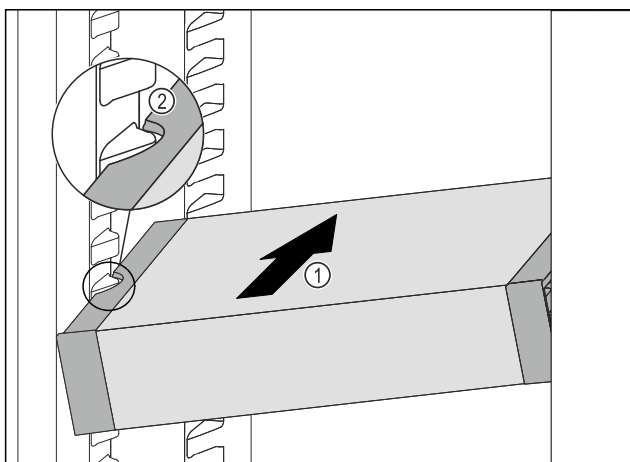

Fig. 37
- ▶ VarioSafe schuin in het koelgedeelte schuiven Fig. 37 (1), tot de uitsparingen aan de zijkant Fig. 37 (2) van de VarioSafe op de hoogte van de rib in het koelgedeelte zitten.